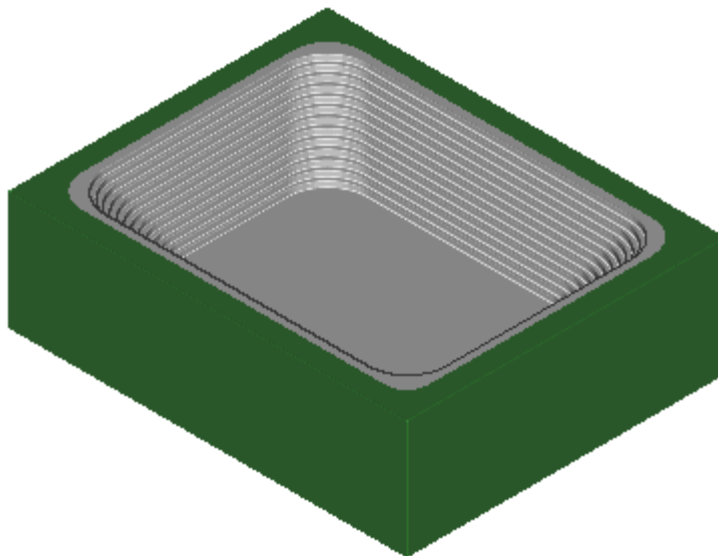

图 3-39
- 单击 OK，打开如图 3-39 所示的操作参数设置对话框，所有参数均使用默认值。